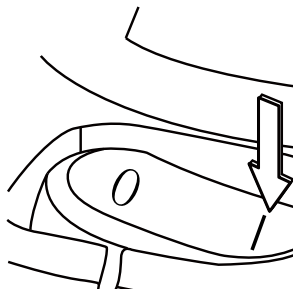

Fig. 4
10. Enchufe el cable de alimentación en la toma de corriente. Encienda el motor moviendo el interruptor de encendido/apagado 12 a la posición de encendido "I" y comience a aspirar. Fig. 4.